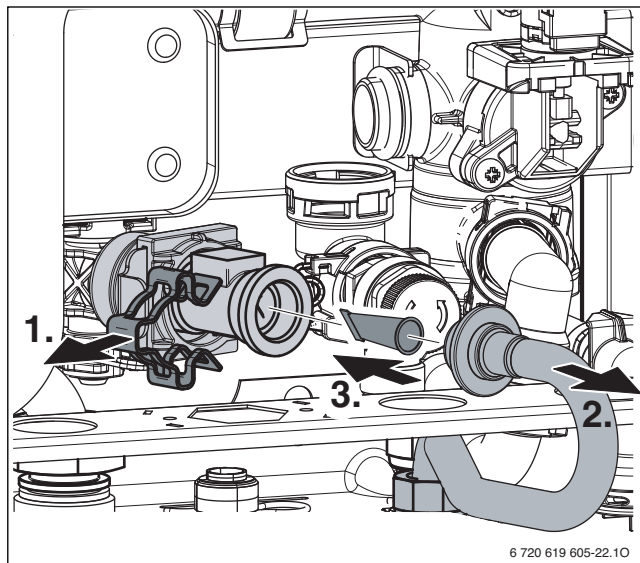

Рис. 52
1. Отсоедините зажим (рис. 52, 1).
2. Выньте трубу холодной воды вперёд (рис. 52, 2).
3. Проверьте загрязнение сетчатого фильтра (рис. 52, 3).